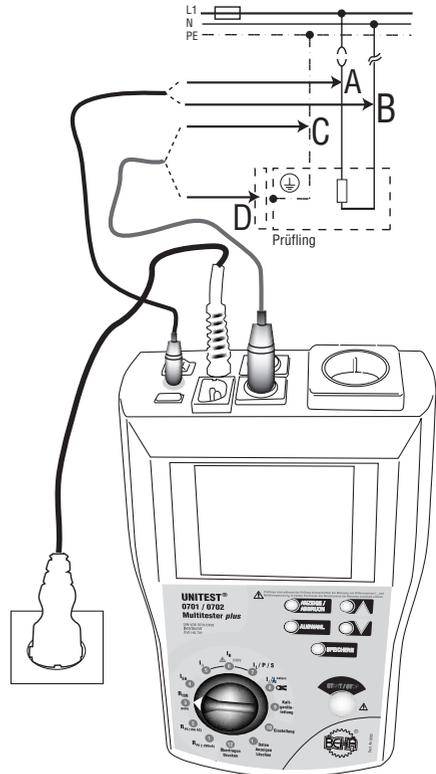

Bild 6.6: Messung des Isolationswiderstandes bei fest angeschlossenen Geräten oder Geräten ohne Netzstecker
- ▶ Schließen Sie den 0701/0702-Multitester *plus* mit dem Netzanschlusstecker (1) an eine funktionsfähige und ordnungsgemäß angeschlossene Schutzkontakt-Netzsteckdose an.
- ▶ Schalten Sie das Gerät mittels EIN/AUS-Schalter (16) ein.
- ▶ Stellen Sie den Drehschalter 'Messfunktion' (10) auf die Schalterstellung "RISO" (Funktion 3).
- ▶ Stecken Sie die Messleitung (Prüfanschluss) in die Buchse "Sonde" (3).
- ▶ Stecken Sie eine zusätzliche Messleitung in die rote Buchse "Riso/IEA (L/N)" (15).
- ▶ Drücken Sie die Taste "AUSWAHL" (11), die Messzeitanzeige (25) blinkt.
- ▶ Verbinden Sie den PE-Prüfanschluss 'Sonde' (3) mit dem Schutzleiteranschluss oder dem Gehäuse des Prüflings entsprechend C oder D von Bild 6.6. Achten Sie auf guten Kontakt mit der Oberfläche der Gehäuseteile.
- ▶ Verbinden Sie den Prüfanschluss "Riso/IEA (L/N)" (15) mit dem Anschluss L und N des Prüflings entsprechend A und B von Bild 6.6.
- ▶ Drücken Sie die Taste "START/STOP" (9). Die Messung wird gestartet, das Symbol "AKTIV" (26) erscheint im Display.
- ▶ Lesen Sie den Messwert von der LC-Anzeige (5) ab. Die Symbole 'OK' (32) oder '' (33) zeigen eine Einhaltung bzw. Überschreitung des eingestellten Grenzwertes an.